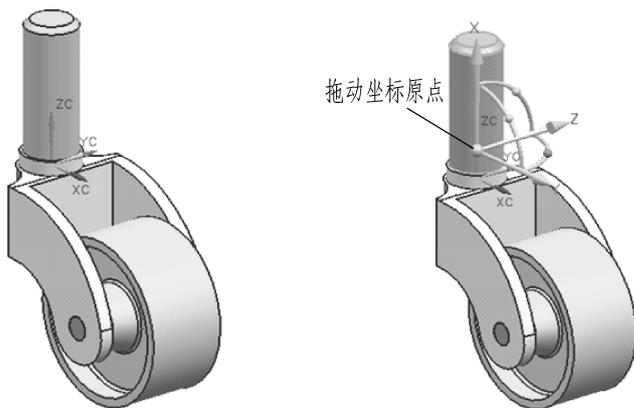

图 8.21 编辑爆炸视图步骤 1
① 单击【编辑爆炸图】按钮, 打开【编辑爆炸图】对话框, 左键选择组件“shaft”, 单击鼠标中键, 出现【wcs 动态坐标系】, 拖动原点图标到合适位置, 如图 8.21 所示, 单击【确定】按钮。